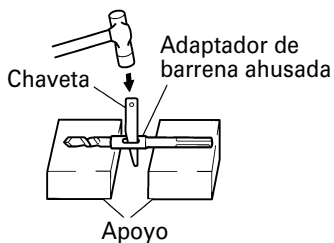

Fig. 10
4. Para sacar la broca con la barrena ahusada introduzca una chaveta en la ranura del adaptador de barrena ahusada, ponga apoyos debajo del martillo perforador y golpee la chaveta con un martillo de mano. (Fig. 10)